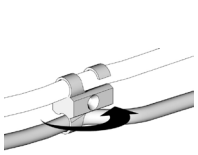

Abb. 8
7. Die Schlauch-T-Klemmen am schwarzen Luftpeitschenende und am Materialschlauch anbringen (Abb. 8).